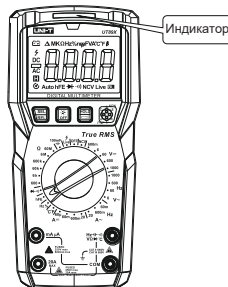

Рис. 11
9.9 Проверка транзисторов (Рис. 11)